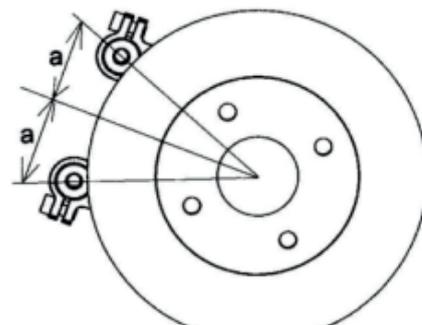

Рисунок 27
2. После установки направляющей в центре ступицы затяните болты M10 монтажного адаптера USM вручную, рис.27.
4. После установки направляющей в центре ступицы затяните болты M10 монтажного адаптера USM вручную, рис.27.